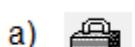

Figura 5.85: Símbolo a) del programa libre y b) del programa con clave
- **Registro del estado:** indica mediante símbolos si la versión de CADIX utilizada es libre, es decir, que solo se podrá usar una parte básica del programa o por el contrario se le ha introducido una clave que permite utilizar la totalidad del programa, dicha clave se consigue mediante el registro del usuario explicado en el apartado 4.2. Los símbolos del programa sin clave y con clave vienen representados en la figura 5.85.